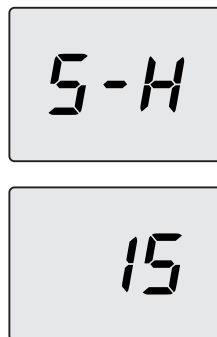

Figura 7.11
- Utilice el botón 10 para cambiar este valor a **15** y luego pulse el botón 12 para confirmar. El display muestra **S-H** alternado con el parámetro de potencia máxima absoluta (Figura 7.11).